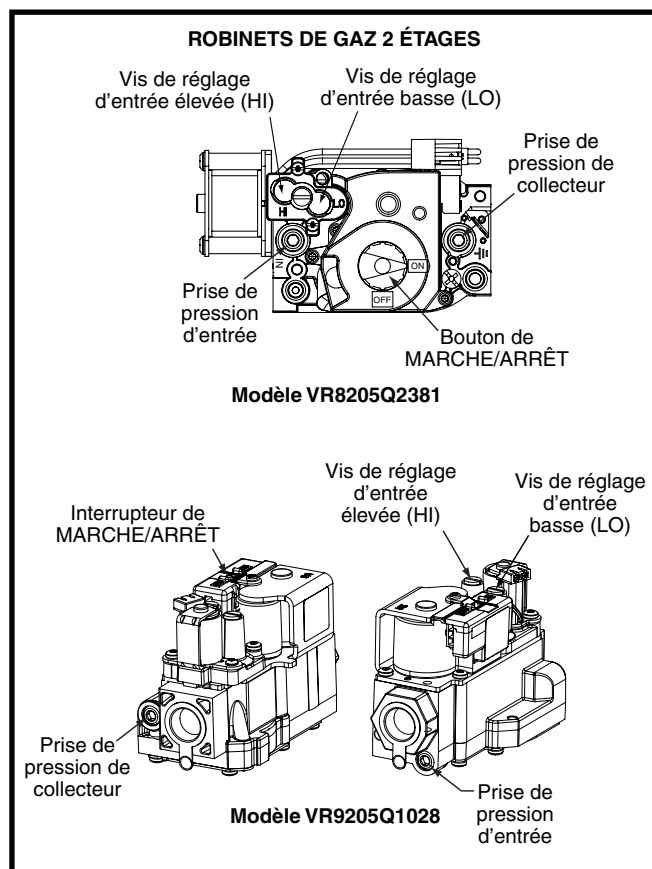

Figure 27. Vis de réglage d'entrée HI et LO (élevé et faible)
- c. Au moyen d'une clé hexagonale, tourner la vis de réglage d'entrée « LO » (faible) du côté « LO » du régulateur pour ajuster le réglage de débit réduit ou tourner la vis de réglage d'entrée « HI » (élevé) du côté « HI » du régulateur pour définir le réglage de plein débit. Consulter la Figure 27.